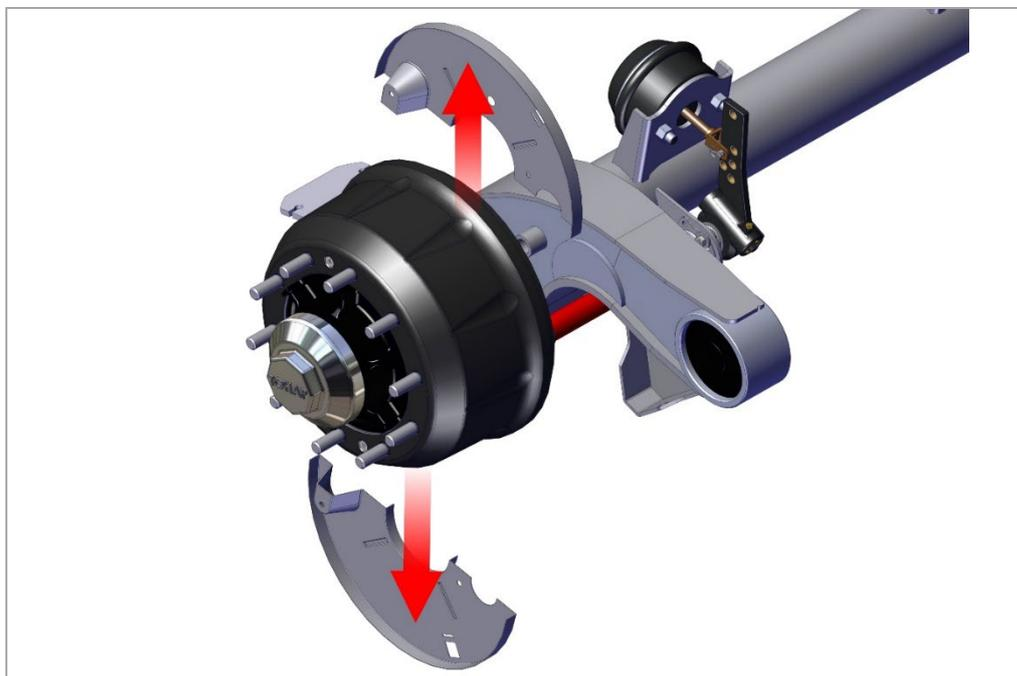

Рис. 18. Снятие грязезащитных щитков.
1) Снимите грязезащитные щитки тормозного барабана, как показано на рис. 18.